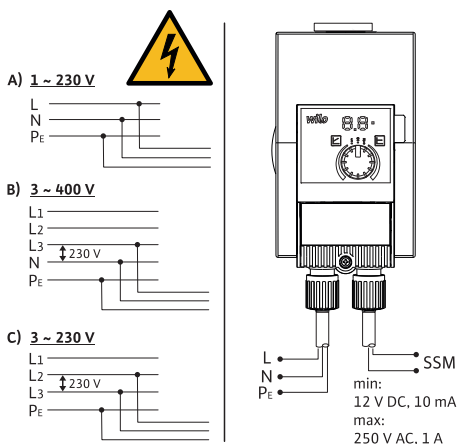

Fig. 3: Liitântämahdollisuudet
- Liitäntä 230 V:n pienjänniteverkkoihin. Liitettäessä IT-verkkoihin (Isolé Terre -verkkomuoto) on ehdottomasti varmistettava, että vaiheiden (L1–L2, L2–L3, L3–L1 → Fig. 3) välinen jännite ei ylitä 230:tä voltia.